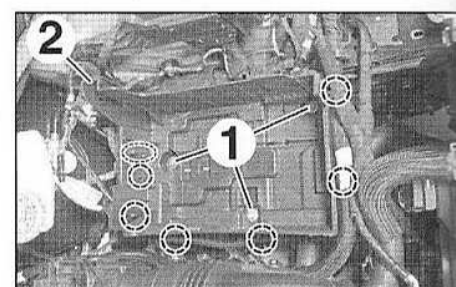

FIG.33
- Dégrafer et écarter les faisceaux attenants au bac à batterie (Fig.33).
- les vis (1),
- le bac à batterie (2).